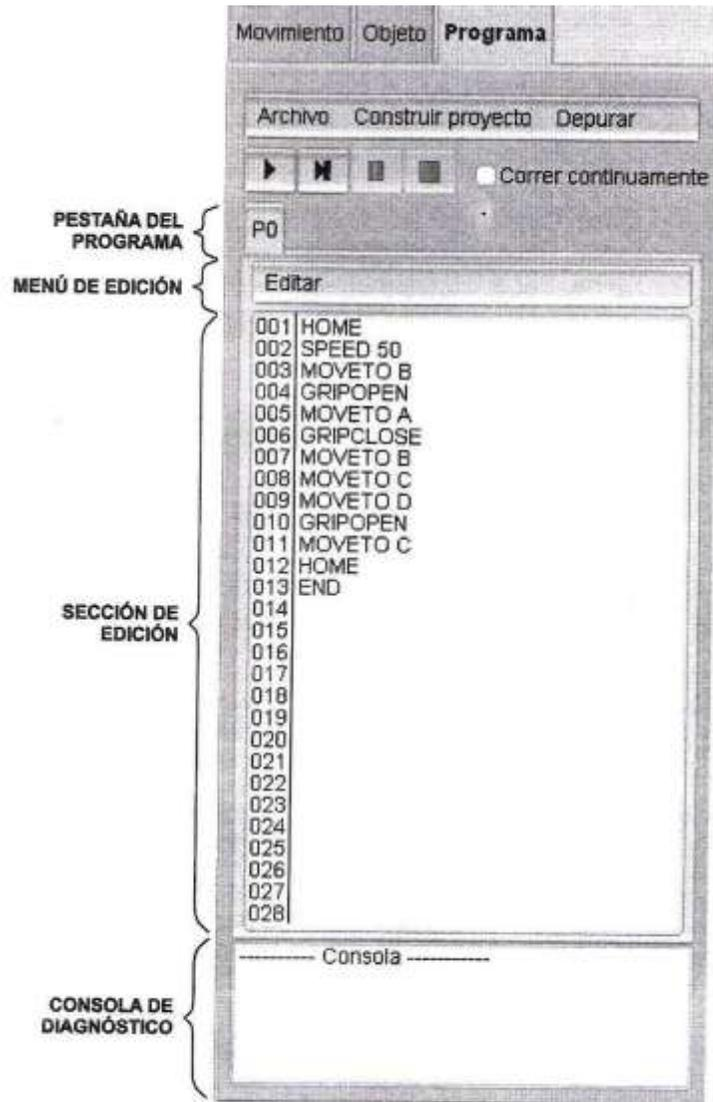

Figura 5-3. Panel de edición de un programa en modo texto.
- Si no se ha creado *un* programa todavía, haga clic en el botón *Modo texto* de la ventana *Programa para* abrir el panel *Edición de un programa en modo texto*, mostrado en la figura 5-3.
1. Debajo de la barra de menús y la barra de herramientas de *animación* de la ventana *Programa*, se despliega *una* pestaña por cada programa de tareas. El nombre de estas pestañas contiene la letra P (por programa), más *m* número (comenzando en 0). Este número aumenta cada vez que se añade *un* nuevo programa. En el ejemplo de la figura 5-3, se ha creado *únicamente m* programa sencillo (P0).
3. La Sección de edición es donde se crean los programas de tareas. Las líneas de instrucciones se escriben dentro de esta Sección, por lo que se muestran los números de las líneas para facilitar la programación. Esto se puede observar en la figura 5-3.